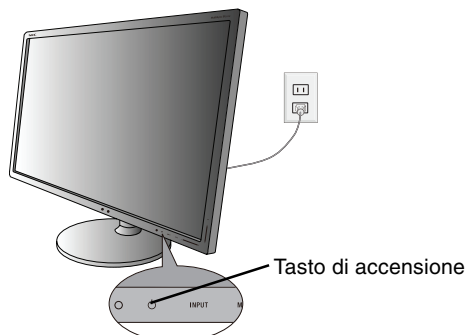

Figura C.1
7. Collegare il cavo di alimentazione alla presa di corrente (**Figura C.1**).
8. Accendere il monitor con il tasto di alimentazione frontale e il computer (**Figura C.1**).